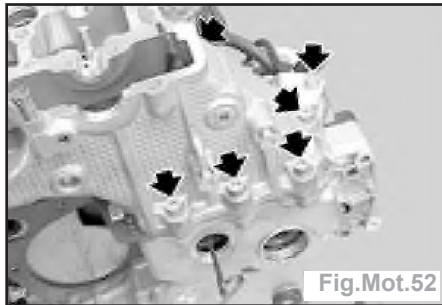

Fig.Mot.52
- Déposer les vis du couvercle de carter de distribution (Fig.Mot.52).